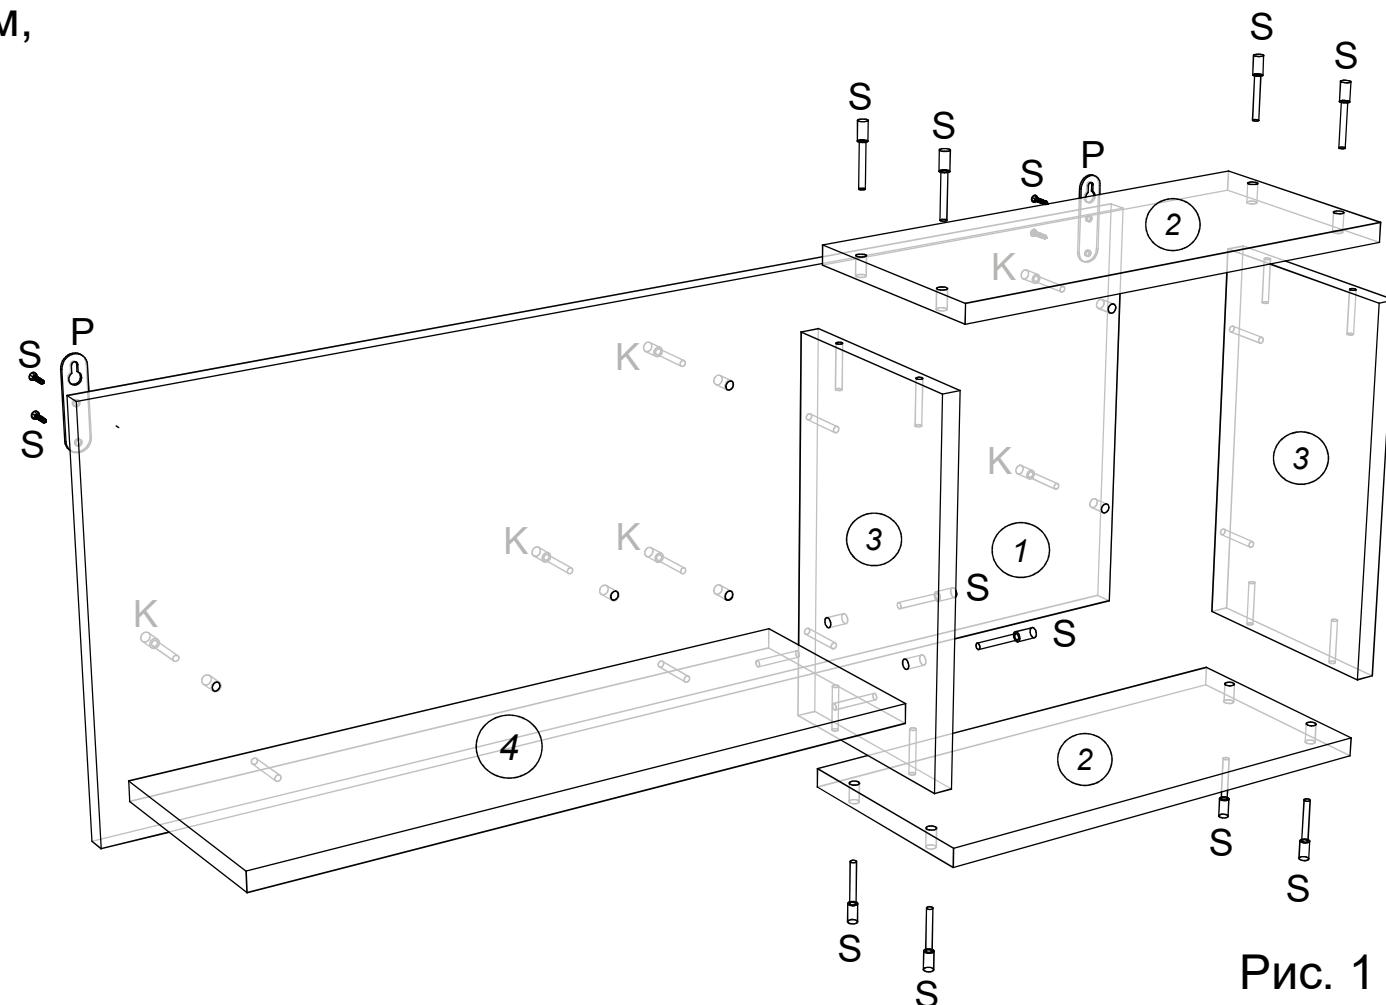

Рис. 1
2. Соберите шкафчик из деталей 2 и 3 при помощи конфирматов K, как показано на Рис.1.